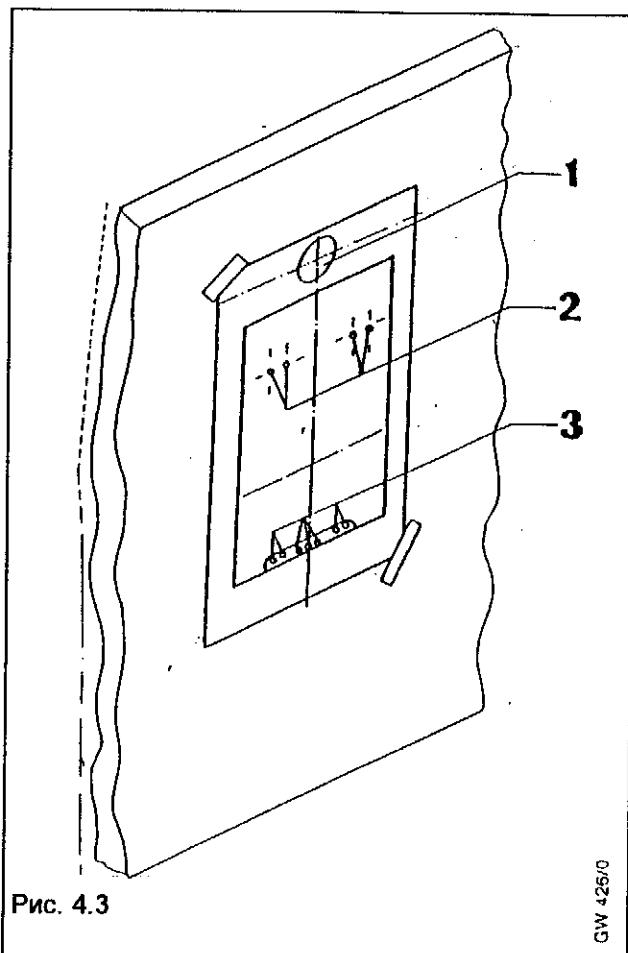

Рис. 4.3
4.3.2 Использование монтажного шаблона (рис. 4.3)
- После определения пригодного места для размещения бумажный монтажный шаблон укрепить на стене; среднюю ось шаблона при помощи уровня или отвеса расположить вертикально. На шаблоне указаны позиции крепежных отверстий для держателя аппарата (2) и группа подсоединений для различных версий (3). Позиция (1) шаблона не требуется.
- Пометить на стене крепежные отверстия для держателя аппарата (2). Просверлить два отверстия диаметром 10 мм для держателя аппарата (указание: в некоторых случаях использовать иные помеченные крепежные отверстия).